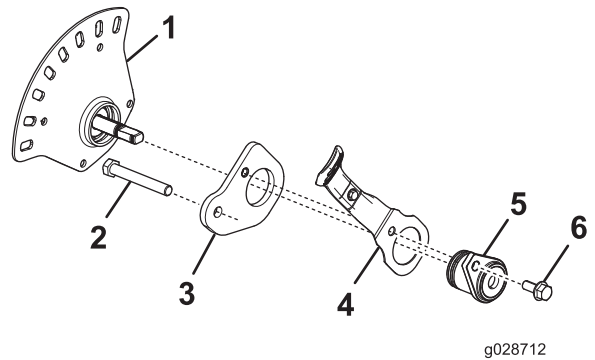

Figura 5
7. Monte las piezas del conjunto de altura de corte (Figura 5) usando la placa de altura de corte, la placa de pivote trasero y el perno (5/16 x 3/4 pulgada) del kit.